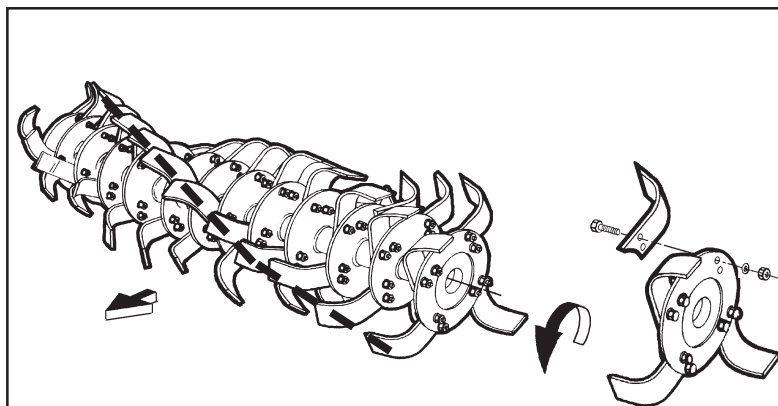

Fig. 24
Le zappe con cui viene equipaggiata la macchina sono adatte per la lavorazione su terreni di normale conformazione. Queste sono costruite con acciai di ottime qualità, ed i trattamenti termici a cui sono sottoposte assicurano un'alta tenacità e grande resistenza all'usura. A seconda delle caratteristiche del terreno si possono montare zappe ad elica, e/o squadra oppure denti COBRA. Controllare giornalmente la loro usura o integrità. Qualora durante il lavoro dovessero per cause accidentali piegarsi (o rompersi) è necessario sostituirle immediatamente avendo l'accortezza di rimontare la nuova zappetta nella identica posizione di quella da sostituire (Fig. 24). Se fosse necessario sostituire più zappe, è consigliabile effettuare le operazioni di smontaggio e montaggio, sempre una zappetta alla volta, per evitare così errori di posizione.
*The hoe blades with which the machine is equipped can work soils of normal conformation. These are made of optimum quality steel and the heat treatments to which they are subjected ensure an extremely tough and wear-resistant product. Curved and/or square blades or COBRA tines can be fitted, depending on the soil characteristics. Check the degree of wear and condition of the hoe blades each day. If the blades should accidentally bend (or break) during work, they must be immediately replaced. Remember to mount the new hoe blade in exactly the same position as the old one (Fig. 24). If several hoe blades must be replaced, it is advisable to remove and assemble one hoe blade at a time in order to prevent positioning errors.*
Die Hackmesser, mit der die Maschine ausgerüstet wird, eignen sich zur Bearbeitung von Boden mit normaler Beschaffenheit. Diese bestehen aus Stählen bester Qualität, und die Wärmebehandlungen, denen sie unterzogen werden, gewährleisten eine hohe Festigkeit und eine große Verschleißbeständigkeit. Je nach den Geländeeigenschaften kann man Hacken mit Schrauben und/oder Vierkantkonfiguration oder Zähne COBRA montieren. Sie sind täglich auf ihre Unversehrtheit und ihren Verschleißzustand zu prüfen. Sollten sie bei der Arbeit verbiegen oder zu Bruch gehen, müssen sie sofort ersetzt werden. Dabei ist zu beachten, daß man das neue Hackmesser an der gleichen Stelle montiert, an der sich das beschädigte befand (Abb. 24). Sollten gleich mehrere Hackmesser zu ersetzen sein, sollte man jeweils ein Hackmesser ein- und ausbauen, um eine falsche Einbau-position zu vermeiden.
*Les couteaux montés sur la machine sont indiqués pour travailler les sols ordinaires. Elles sont fabriqués avec des aciers d'excellente qualité et les traitements thermiques auxquels elles sont soumises garantissent une ténacité élevée et une grande résistance à l'usure. Selon les caractéristiques du sol, on peut monter des dents à hélice ou à équerre ou bien des lames COBRA. Contrôlez tous les jours leur usure et intégrité. Lorsqu'ils se plient (ou se cassent) pendant le travail il faut les remplacer aussitôt. Le nouveau couteau devra être monté exactement dans la position de celui à remplacer (Fig. 24). S'il faut remplacer plusieurs couteaux, démontez et montez toujours un couteau à la fois, pour éviter des erreurs de position.*
Las azadillas que presenta la máquina son idóneas para trabajar sobre terrenos de normal conformación. Los mismos están realizados con acero de primera calidad, y los tratamientos térmicos a los cuales han sido sometidos, garantizan tenacidad y gran resistencia al desgaste. Según las características del terreno se pueden montar azadas helicoidales y/o en escuadra, o bien dientes COBRA. Controlar todos los días su buen estado y eventual desgaste. Si durante el trabajo por eventuales accidentes se doblan o rompen es necesario sustituirlas inmediatamente prestando atención de montar la nueva azadilla en la idéntica posición de la precedente (Fig. 24). Si es necesario sustituir varias azadillas aconsejamos efectuar las operaciones de desmontaje y montaje siempre una azadilla a la vez, para evitar errores de posición.
**I bulloni che fissano le zappe devono avere la testa dalla parte delle zappe e il dado con relativa rondella dalla parte della flangia (Fig. 24).**
**Rispettare i valori delle coppie di serraggio come indicato in tabella pag. 27.** Se si devono sostituire le zappe, fare attenzione che le nuove assumano la posizione di quelle smontate (Fig. 24).
***The heads of the bolts fixing the hoe blades in place must be on the side of the hoe blades themselves, while the nut with relative washer must be on the flange side (Fig. 24).***
*If the hoe blades must be changed, remember to set the new blades in the same positions as the demounted ones (Fig. 24).*
**Die Schrauben, mit denen man die Hackmesser befestigt, müssen den Kopf auf der Seite des Hackmessers und die Mutter mit der Unterlegscheibe auf der Flanschseite haben (Abb. 24).**
Wenn man die Hackmesser ersetzen muß, darauf achten, daß die neuen in der Position der ersetzen am Hackstern angebracht werden (Abb. 24).
***Les boulons de fixation des couteaux doivent avoir la tête côté couteau et l'écrou avec la rondelle côté flasque (Fig. 24).***
*En cas de remplacement des couteaux, veillez surtout à ce que les nouveaux couteaux occupent les positions de ceux démontés (Fig. 24).*
**Los bulones que fijan las azadillas deben tener la cabeza de la parte de las azadillas y la tuerca con la relativa arandela de la parte de la brida (Fig. 24).**
Cuando sustituimos azadillas respetar la posición de las azadillas desmontadas (Fig. 24).